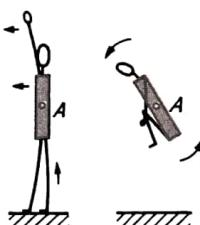

Bild 116
- 3.99** Der Springer beginnt in aufrechter Stellung mit über den Kopf erhobenen Armen. Bezuglich der Drehachse A durch die Körpermitte (Bild 116) hat er ein maximales Massenträgheitsmoment. Er läßt den Körper nach vorn fallen und stößt sich mit den Füßen vom Boden ab. Dadurch erteilt er sich einen Drehimpuls. Dann zieht der Springer Arme und Beine an und verkleinert dadurch sein Trägheitsmoment. Wegen der Erhaltung des Drehimpulses muß sich seine Winkelgeschwindigkeit vergrößern. Es erfolgt eine